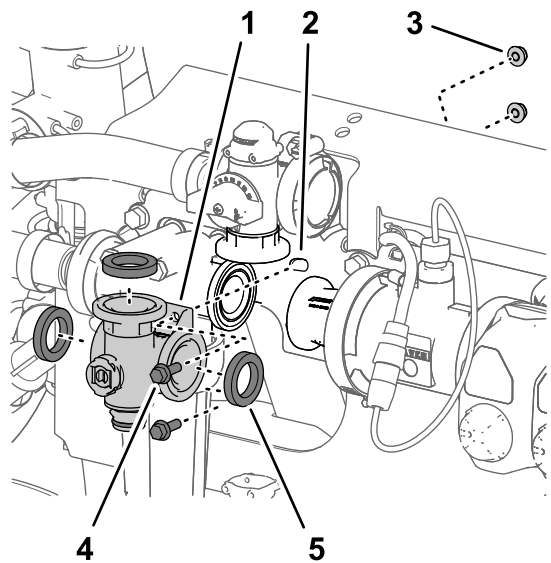
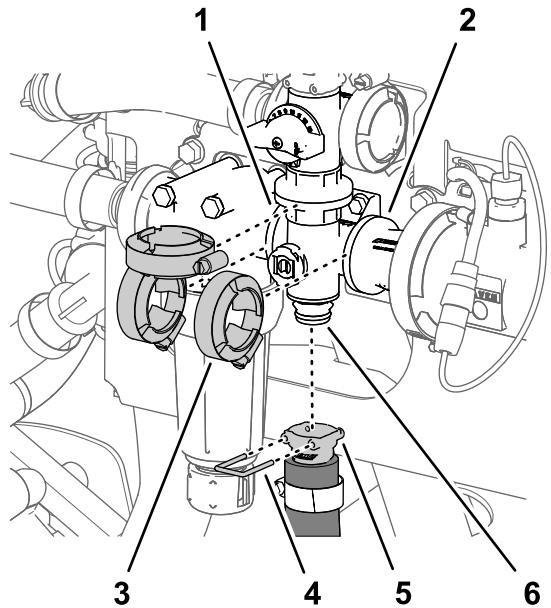

图 116
图 117
1. 将搅拌阀歧管凸缘、3 个垫片与搅拌旁通阀、压力式滤头和耦合适配器的凸缘对齐 图 116 和 图 117。
2. 用在 拆下搅拌歧管阀 \(页码 62\) 中卸下的 3 个法兰夹具将搅拌阀歧管松松固定至搅拌旁通阀、压力式滤头和耦合适配器 图 117。
5. 用手拧紧 3 个法兰夹具 图 117。
6. 用快速连接销将搅拌软管的快速连接耦合器安装到搅拌阀歧管的快速连接接头上图 117。